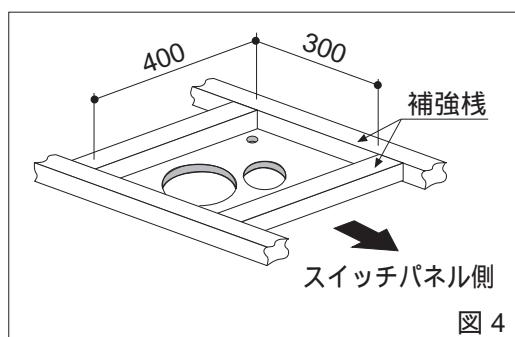

図 4
(1) 天井面の本体を取付ける位置に左図のように穴を開けてください。
(2) 穴部周辺を補強棟で補強してください。(図4)